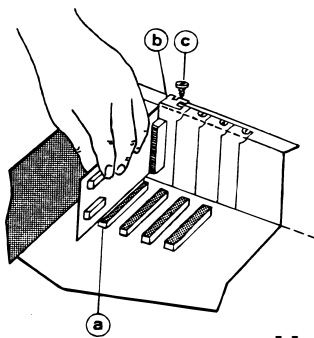

Abb. 1
4. Stecken Sie die Erweiterungskarte in den freien Steckplatz Abb. 1 (a). Achten Sie auf festen Sitz und darauf, daß Sie die Karte beim Einstecken senkrecht halten.
5. Positionieren Sie die Karte mittig über das Befestigungsloch (Gewinde). Befestigen Sie anschließend das Halterungsblech der Karte Abb. 1 (b) mit der Schraube (c) des Schutzbleches.